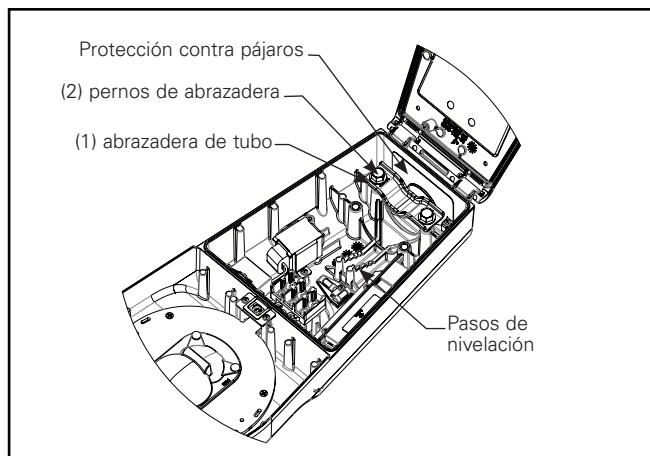

Figura 2.
4. Si usará una tubería de 1-1/2", retire los pernos de las abrazaderas y voltee las abrazaderas de modo que se pueda ver el tamaño del tubo desde la parte superior. Se debe invertir la posición de las abrazaderas para la opción de tubo más pequeño. (Figura 2)